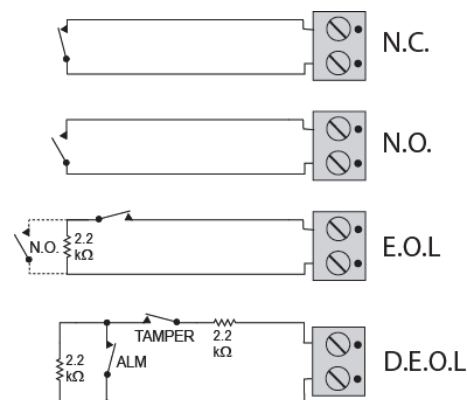

Рисунок 4. Подключение дополнительного входа (AUX)
2.2 Дополнительный вход Тревоги (Рис. 4)
D. Подключение с оконечным резистором (EOL). В данном варианте можно одновременно использовать Н.З. или Н.О. контакты дополнительных датчиков (см. рис. 4). Оконечный резистор (2.2кΩ) необходимо подключить на конце охранного шлейфа. Тревога при замыкании или размыкании шлейфа.
E. Подключение с двумя оконечными резисторами (DEOL). В данном варианте можно использовать Н.З. Контакты Тревоги и Н.З. контакты Тампера (см. рис. 4). Два оконечных резистор (2.2кΩ) необходимо подключить на конце охранного шлейфа. Тревога при размыкании реле Тревоги, тамперная тревога при размыкании тамперного контакта.